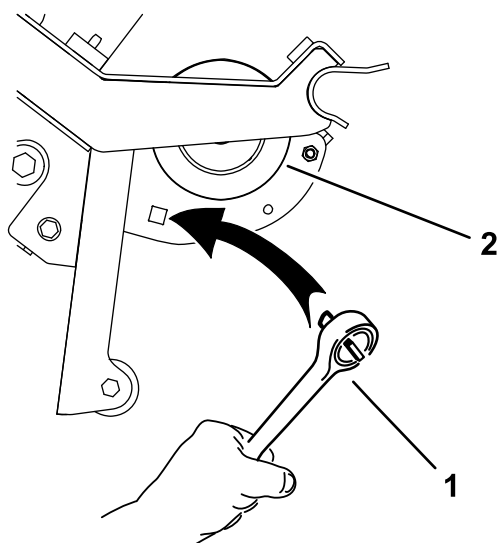

Figura 18
**Nota:** Puede utilizar una llave de carraca ( $\frac{1}{2}$ " ) para mover la polea tensora izquierda del soplador (Figura 18).